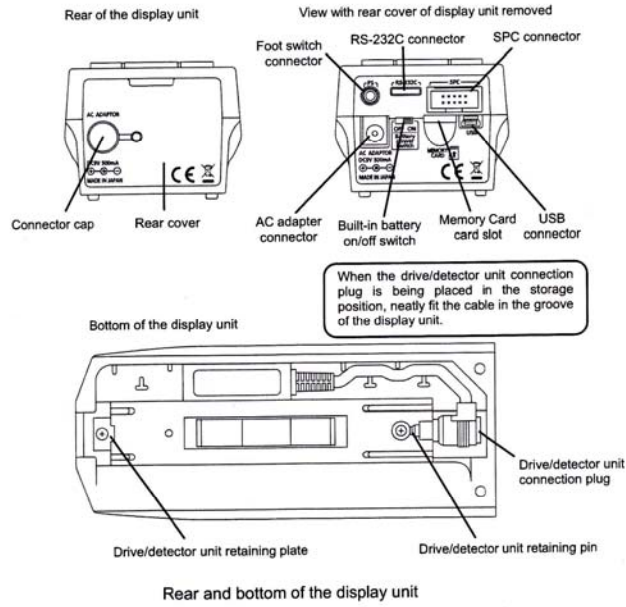

Figura 9
- Nombres de los conectores de la unidad de pantalla (figura 9).